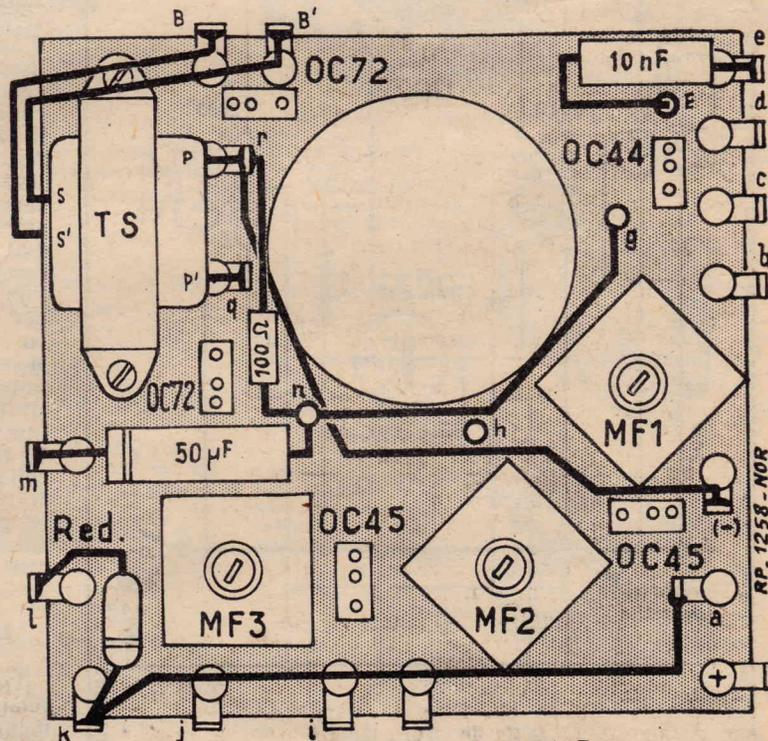

FIGURE 4
Voyons maintenant la face représentée à la figure 4. La différence commence avec P' de MF3. Ce fil est relié à la prise P1 du transfo 2089. La prise P2 de ce transfo BF est connectée à la cosse r, la prise S1 à la broche B du support OC72 (1) et la prise S2 à la broche B du support OC72 (2). On relie ensemble les broches E des deux supports OC72. On soude une résistance de  $10\ \Omega$  entre la broche E du support OC72 (1) et la cosse m. La broche C du support OC72 (1) est réunie à la prise P1 du transfo de HP 2090. La broche C de l'autre support OC72 est connectée à la prise P2 de ce transfo. Les prises S1 et S2 sont reliées aux cosses B et B'.